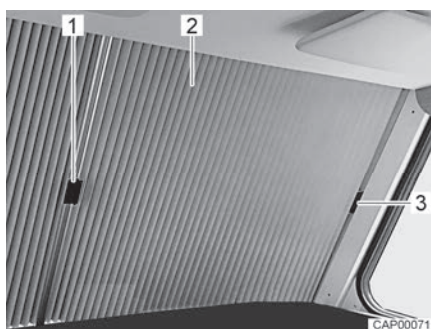

Fig. 11 Dispositif occultant plissé pour pare-brise (fermé)
- Pousser les deux moitiés du dispositif occultant plissé (Fig. 11,2) par leur poignée respective (Fig. 11,1) vers l'extérieur sous le cache sur le montant A.
- Fixer la poignée sur le cache (Fig. 11,3). Le dispositif occultant du pare-brise est ainsi empêché de se fermer par inadvertance pendant le voyage.